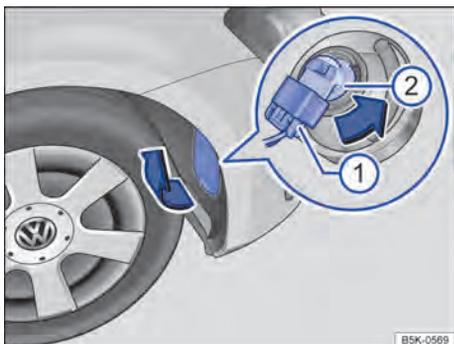

Fig. 253 No protetor da caixa de roda dianteiro direito: substituir a lâmpada incandescente no farol.
3.	Se necessário, levantar com cuidado a cobertura no protetor da caixa de roda, no sentido da seta, com a lâmina plana da chave de fenda das ferramentas de bordo ⇒ Fig. 253.
4.	Destruavar e retirar o conector ①.
5.	Girar o suporte de lâmpadas ② até o batente no sentido anti-horário (seta) e retirar para trás com a lâmpada incandescente.
8.	Encaixar o conector ① no suporte da lâmpada ②. O conector precisa encaixar audivelmente.
9.	Encaixar a cobertura no protetor da caixa de roda ⇒ Fig. 253.